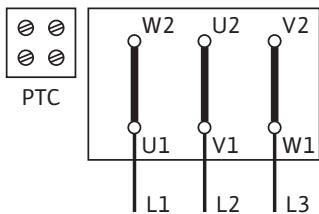

Fig. 45: Pornire Y-Δ (standard)
Schema de racordare pentru racordul electric se află în cutia de borne (consultați, de asemenea, Fig. 45/46).
- Alimentarea electrică la placa de borne depinde de puterea motorului P_2 , de alimentarea electrică și de tipul de conexiune. Comutarea necesară a punților de legătură în cutia de borne poate fi preluată din lista următoare „Tab. 4: Configurarea bornelor de conectare“ la pag. 19 precum și din Fig. 45/46.
Pornire Y-Δ (standard)	Îndepărtați punțile de legătură (Fig. 45)